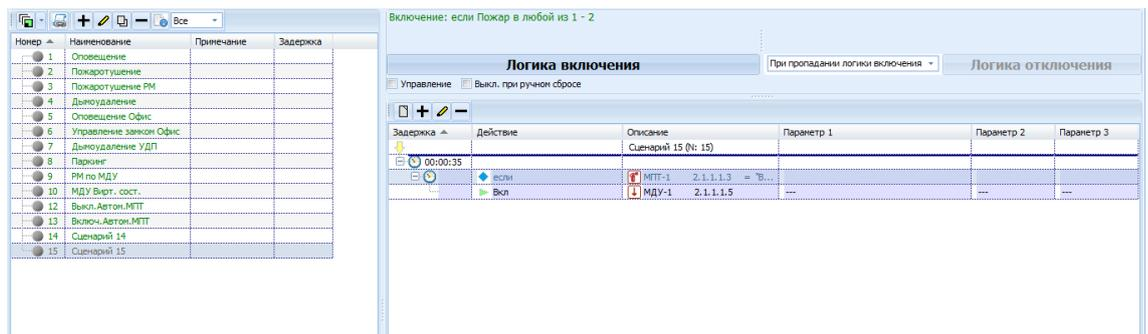

Рисунок 9.41 – Окно вкладки Сценарии, Сценарий содержит дополнительное условие
- 9) в результате в окно вкладки добавится новый сценарий (№15), содержащий исполнительный блок с условием (рисунок 9.41).